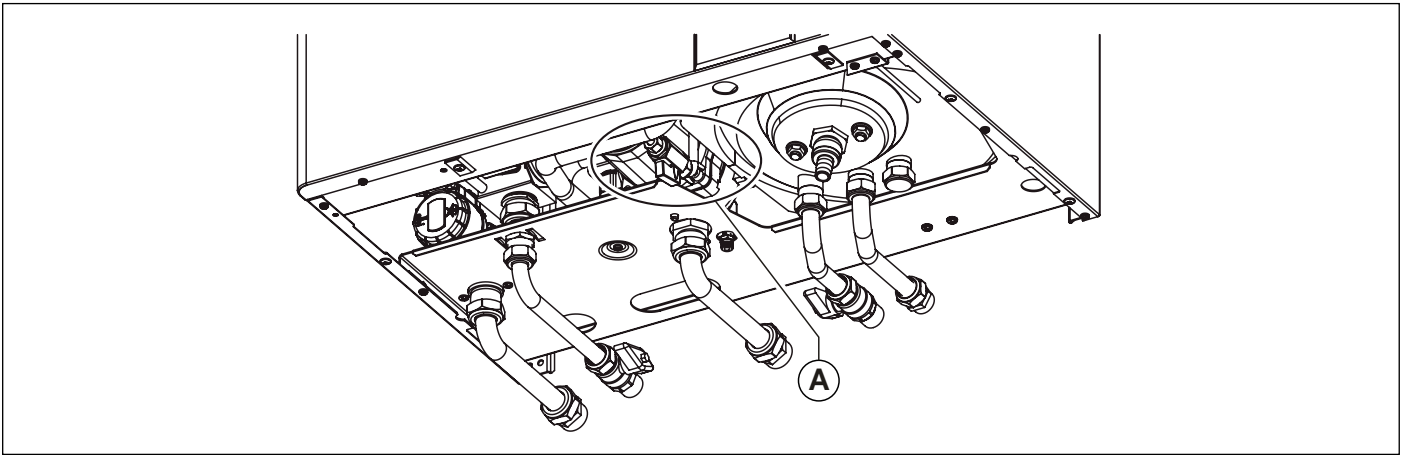

Fig. 2 Grifo de llenado
Si destella el error **E04** de bloqueo por insuficiente presión en la instalación (señalando la intervención del presostato agua de seguridad), llenar la instalación a través del grifo de llenado en Fig. 2 Grifo de llenado. El error **E04** se visualiza cuando la presión de la instalación desciende por debajo del valor de 0,4 bar y el error se resetea automáticamente cuando la presión de la instalación alcanzará el umbral de 1,0 bar. El valor de la presión en la caldera en frío debe ser de 1±1,3 bar.
- girar la manilla del grifo de carga Fig. 2 Grifo de llenado en sentido contrario al de las agujas del reloj para permitir la entrada del agua en la caldera;